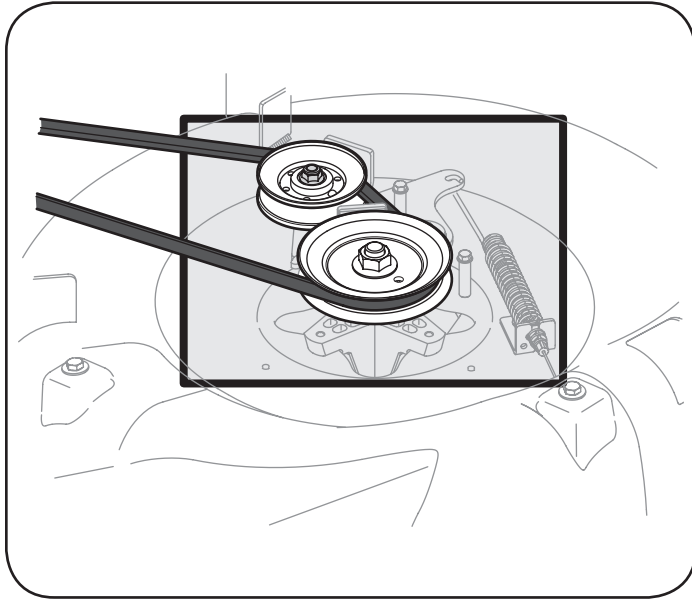

Figura 26
- Limpiar la parte superior de la plataforma de corte, bajo las sábanas de husillo y área de la correa. Vea la Figura 26.
- Limpia alrededor y cerca de la transmisión, el eje y el área del ventilador. Vea la Figura 26.